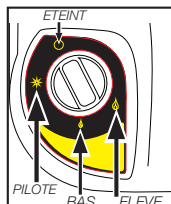
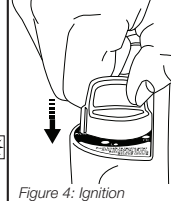
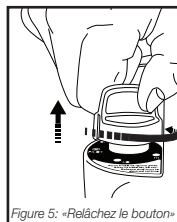
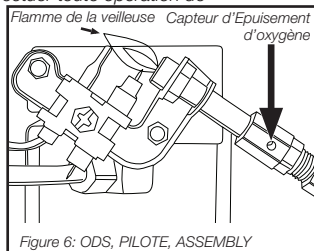

Figure 1: Bouton de commande
Figure 4: Ignition
Figure 5: «Relâchez le bouton»
Figure 6: ODS, PILOTE, ASSEMBLY
- Assurez-vous que 4 Boutons de contrôle de position sont en mode «ETEINT» ☐ : voir la figure 1
- Tournez le bouton de commande dans le sens antihoraire à la position «PILOTE» ✱ et appuyez pour mettre à lumière; voir la figure 1 et Figure 4.
d'extension; Pour utiliser le réchauffeur, appuyez légèrement sur le bouton et tournez doucement pour verrouiller en position «ELEVÉ» ☐ pour éclairer le brûleur. Laissez sur la position «ELEVÉ» ☐ jusqu'à ce que la dalle de brûleur devienne orange vif. Figure 5. REMARQUE: les poussées sont fréquentes lors du premier allumage de l'appareil. Gardez votre visage et les objets inflammables loin de l'appareil.
- Après le changement de la dalle de brûleur en orange vif, ajustez la sortie de chaleur en tournant le bouton de commande à la position de réglage désirée («BAS» ☐ ou «ELEVÉ» ☐). Figure 1.
LES PRECAUTIONS DEVANT ETRE PRISES LORSQUE L'APPAREIL NE DOIT PAS ETRE UTILISE POUR UNE CERTAINE PERIODE: Gardez toujours la zone de l'appareil claire et libre de matériaux combustibles, essence et autres vapeurs et liquides inflammables. Après le refroidissement du réchauffeur du magasin, arrangez-le dans un sac ayant une fermeture à glissière ou tout autre endroit exempt de poussière étanche après chaque utilisation. Gardez les zones de ventilation (fentes dans le bas et le haut à l'avant du réchauffeur) claire à tout moment. Inspectez visuellement et périodiquement la flamme du gaz pilote et le brûleur durant l'utilisation. Cette flamme de veilleuse devrait être de couleur bleue (pas jaune) et se prolonge à un thermocouple et entoure le thermocouple juste en dessous de la borne, voir figure 6. Une légère flamme jaune peut se produire lorsque la flamme de la veilleuse et la flamme principale se rencontrent. Le brûleur doit être de couleur orange vif (avec une légère couleur bleue autour du bord, une brume rouge-orange qui est visible sur la dalle de céramique est acceptable) et sans une flamme visible. Une flamme bleue qui sort au sommet de la dalle de céramique indique une accumulation de poussière, les peluches ou les toiles d'araignée à l'intérieur de l'assemblage du boîtier et l'assemblage du brûleur principal. Si la pilote est jaune ou le brûleur a une Figure 5 : «Relâchez le bouton». Figure 4 : "Adaptateur de Butane" Arbre d'Adaptateur Figure 6 Flamme de la veilleuse Capteur d'Épuisement d'oxygène JOINTS D'ETANCHEITE Mr. Heater | Portable Propane and Butane/Propane Mixture Heater 6 Operating Instructions and Owner's Manual flamme visible, le nettoyage peut être nécessaire. Utilisez la procédure suivante pour inspecter l'assemblage de boîtier et l'assemblage du brûleur principal. Il est nécessaire de vérifier périodiquement l'orifice du brûleur et le tube venturi du brûleur pour vous assurer s'il n'y a pas de nids d'insectes ou des toiles d'araignées qui peuvent s'accumuler au fil du temps. Tube. Un tube obstrué peut mener à un incendie.
7. Inspectez et nettoyez l'orifice du brûleur principal (fileté dans le support de l'orifice). Orifice de support est fixé au venturi du brûleur par (2) deux vis.
8. Inspectez et nettoyez la pilote (monté sur support) en utilisant un aspirateur ou en appliquant une pression d'air à travers les trous dans la pilote indiquée par les flèches sur la figure 6.